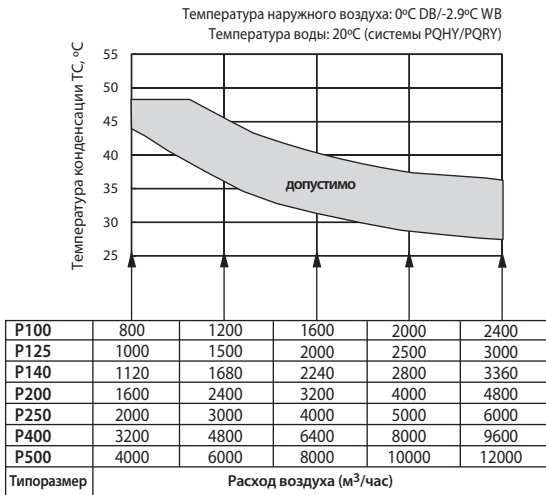

Рис. 1. Определение допустимых значений температуры конденсации
| Нагрев | Температура конденсации | Tс определяется в соответствии с рис. 1 | | | | | | |
Для определения производительности фреонового теплообменника приточной установки в режиме нагрева воздуха выберите температуру конденсации из допустимого диапазона согласно рис. 1. Если приточная установка оснащена рекуператором, то выберите значение температуры конденсации 48°C.
1. Если расход воздуха меньше указанного в таблице на рис. 1, то следует выбрать значение температуры конденсации 48°C.